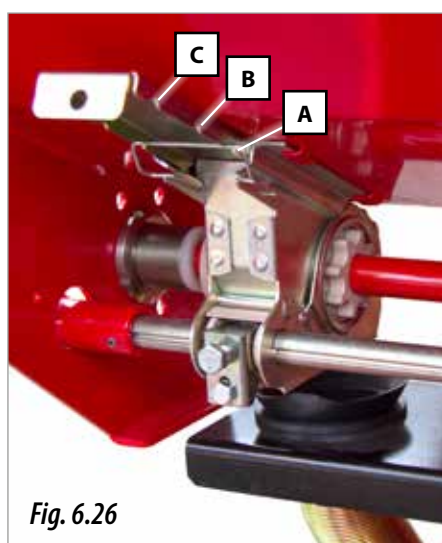

Fig. 6.26
- **ABIERTA** (A, Fig. 6.26): apertura para SEMILLAS GRANDES.
- **MEDIO** (B, Fig 6.26): apertura para SEMILLAS PEQUEÑAS.
- **CERRADA** (C, Fig. 6.26): cierra el paso de semilla al dosificador